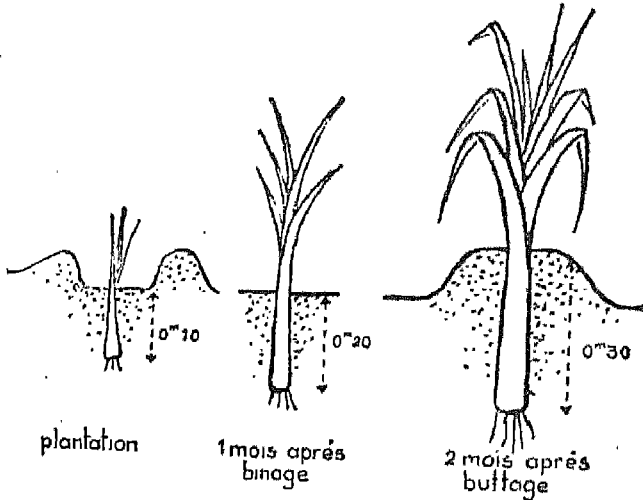

Fig. 8. — Buttage.
c) **Buttage.** — Il consiste à former une butte de terre meuble à la base de certaines tiges : les pommes de terre, haricots, choux... s'accommodent bien de cette façon culturale dont l'effet est de favoriser le développement de racines adventives au pied des plantes qui deviennent ainsi plus vigoureuses (fig. 8).